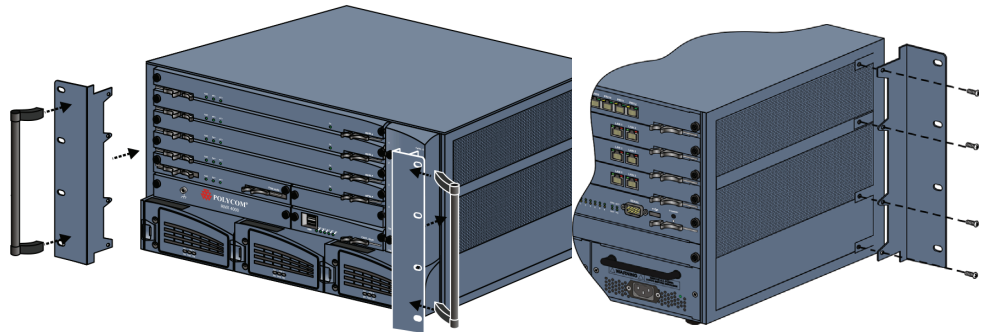

Figura 1-5 Instalación de las manijas y ménsulas y vista detallada de la colocación de la ménsula de 23"
- 2 Después de quitar las partes, coloque las ménsulas de 23" que vienen en el kit de *accesorios de instalación en bastidor* y vuelva a instalar las manijas a las ménsulas. Esto se muestra en la Figura 1-5.